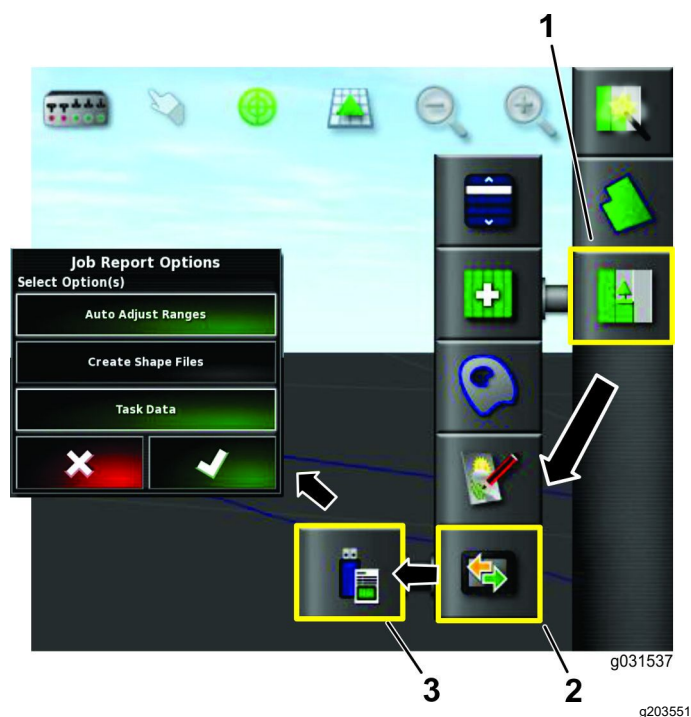

Figura 32
4. Pressione o ícone TRANSMISSÃO DE DADOS (Figura 32).
5. Pressione o ícone EXPORTAR RELATÓRIO DE SERVIÇO PARA USB (Figura 32).